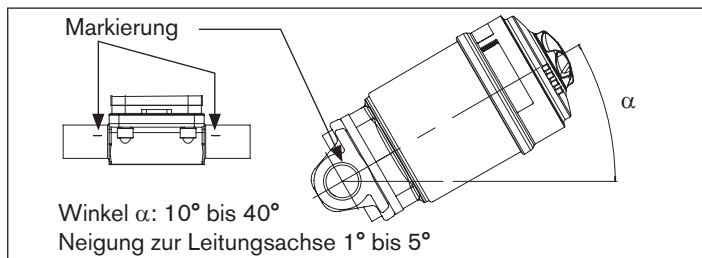

Bild 6: Einbaulage zur Selbstentleerung des Gehäuses
- Zur Leitungsachse einen Neigungswinkel von  $1^\circ$  bis  $5^\circ$  einhalten. Schmiede- und Gussgehäuse: Markierung am Gehäuse muss nach oben zeigen (12-Uhr-Stellung, siehe „Bild 6“).